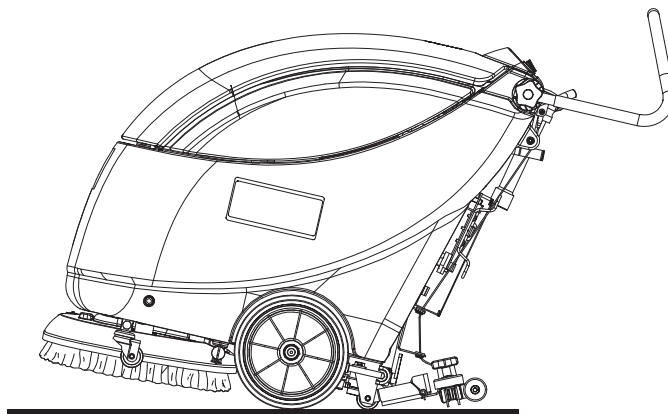

Рис. 4
2. Поднимите швабру с помощью рычага (19).
3. Возьмитесь за ручку управления (2) и слегка опустите ее, пока заднее колесо (7) не коснется пола (Рис. 4). Удерживая машину в этом положении, подтолкните ее к месту транспортировки/парковки.
4. Чтобы по окончании работы не тянуть щетку/прокладку по полу и не оставлять мокрые следы, снимите щетку/прокладку с платформы с помощью выпускного устройства (описание этого действия см. в разделе «После использования машины»), затем установите ее на опору (30).